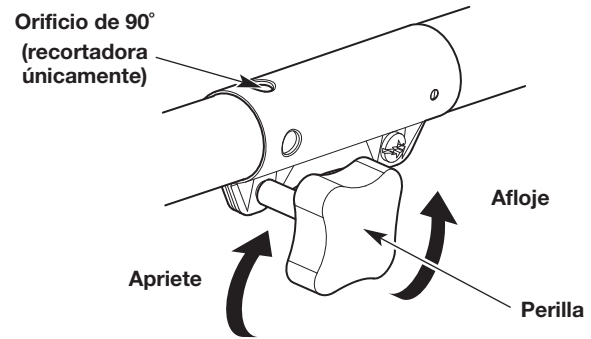

Fig. 8
3. Gire la perilla en el sentido contrario a las agujas del reloj para aflojar el acoplador (Fig. 8).
6. Gire la perilla en el sentido de las agujas del reloj para apretar el acoplador (Fig. 8).
**NOTA:** Para un reborde decorativo con un accesorio de recorte, trabe el botón de liberación en el orificio de 90° (Fig. 8).
2. Gire la perilla en el sentido contrario a las agujas del reloj para aflojar el acoplador (Fig. 8).